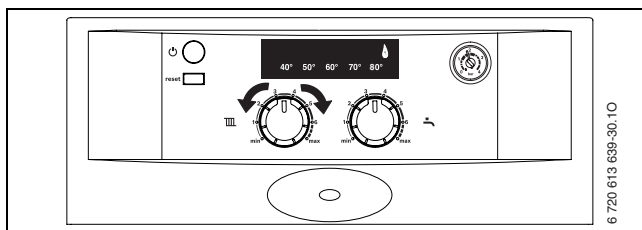

Fig. 29
- ▶ Allentare la vite della presa di pressione gas (1) (→ pag. 30) e collegare il manometro gas.
- ▶ Ruotare il selettore di temperatura per acqua calda sanitaria in posizione centrale (→ fig. 29).